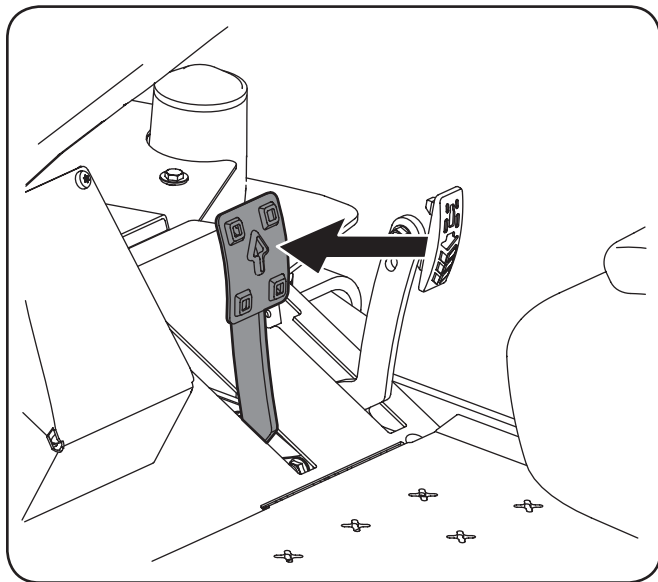

Figure 5-1
1. Appuyez doucement sur la pédale de marche avant. Le tracteur commencera alors à avancer. Voir Figure 5-1.